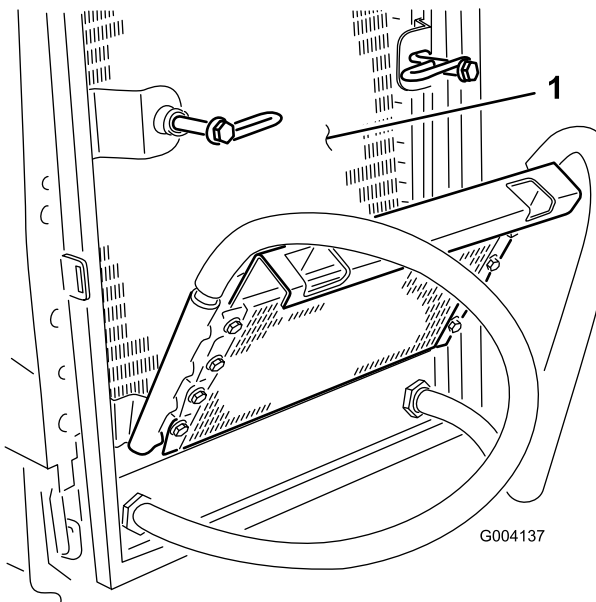

図 65
6. オイル・クーラとラジエターの裏表を 図 65 圧縮空気ですら丁寧に清掃する。